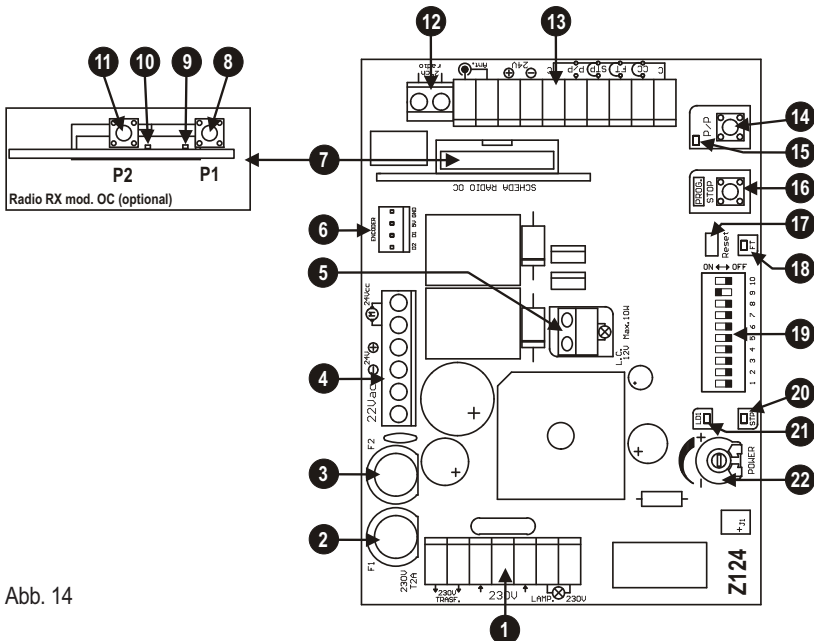

Abb. 14
## D BESCHREIBUNG DER TEILE (Abb. 14)
- 1) Taste PROG. gedrückt halten. Ein Reset ausführen, indem die Überbrückung Reset (Det. 17 in Abb. 14 mit dem Schraubenzieher kurzgeschlossen wird. 2- Taste PROG. gedrückt halten.
- 9) Um zum Normalbetrieb zurück zu kehren, ein Reset der Steuerung durchführen (den Verbinder Detail 17 in Abb. 14 kurzschließen)
Während der Erlernung wird mehrmals die Taste P/P betätigt (Det. 14 in Abb. 14), es kann aber auch der Befehl P/P (Klemme 14, Abb. 15) oder der im ersten Empfängerkanal gespeicherte Funksender benutzt werden.